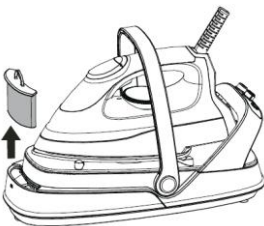

Abb. 7
2. Entfernen sie den antikalkfilter **3**, indem sie ihn nach oben ziehen (Abb. 7).